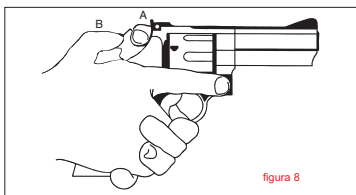

figura 8
- 1 - Coloque o polegar da mão livre no espaço entre o cão e a armação, sem estar com o dedo no gatilho (figura 8, A);
- 2 - Com o polegar da mão que empunha a arma, segure o cão pelo seu dedal serrilhado (figura 8, B);